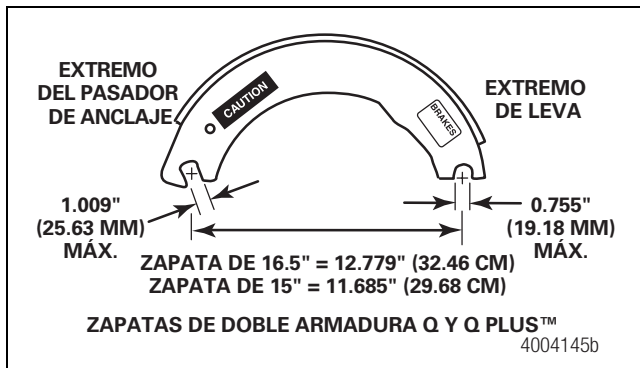

Figura 4.1
1. Sólo para zapatas de frenos de 16.5 pulgadas, los orificios de pasadores de anclaje no deben sobrepasar 1.009 pulgadas (25.63 mm) de diámetro. La distancia desde el centro del orificio del pasador de anclaje hasta el centro del orificio del rodillo no debe sobrepasar 12.779 pulgadas (32.46 cm). Cambie cualquier zapata si sus mediciones no cumplen con las especificaciones. Figura 4.1.
- Sólo para zapatas de frenos de 15 pulgadas, los orificios de pasadores de anclaje no deben sobrepasar 1.009 pulgadas (25.63 mm) de diámetro. La distancia desde el centro del orificio del pasador de anclaje hasta el centro del orificio del rodillo no debe sobrepasar 11.685 pulgadas (29.68 cm). Cambie cualquier zapata si sus mediciones no cumplen con las especificaciones. Figura 4.1.